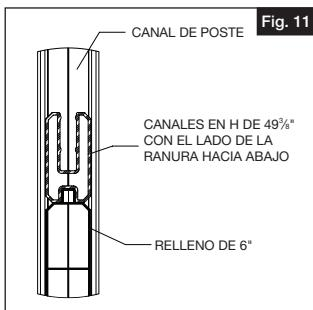

Fig. 11
- El canal en H debe asentarse sobre la lengüeta del tablón de relleno inferior (Fig. 11).